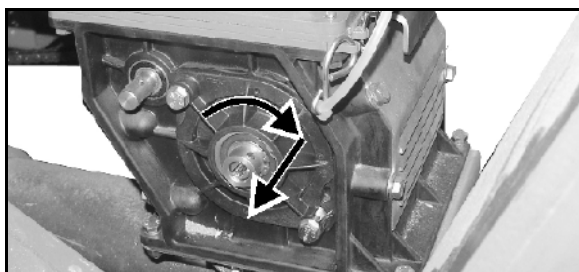

Рис. 80
7. Отверните и снимите крышку подшипника (Рис. 80).